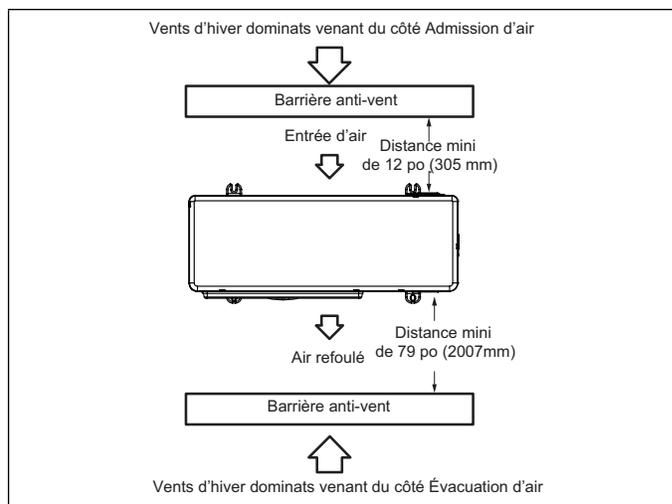

Figure 21. Barrière anti-vent
- Quand les vents dominants sont du côté de l'admission d'air, positionner la chicane anti-vent à un minimum de 12 pouces (305 mm) de l'unité comme illustré à la «Figure 21. Barrière anti-vent».
- Quand les vents dominants sont du côté évacuation, positionner la chicane anti-vent à un minimum de 79 pouces (2007 mm) de l'avant de l'unité comme illustré à la «Figure 21. Barrière anti-vent».